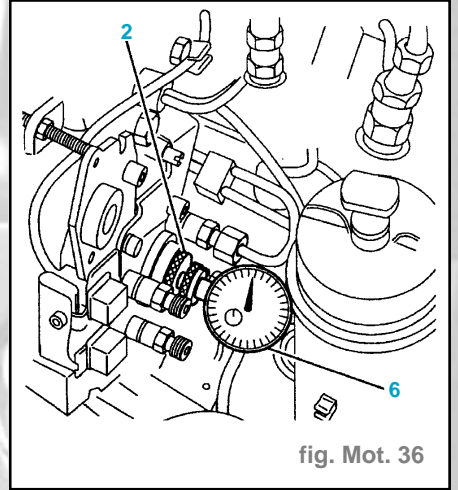

fig. Mot. 36
- (3) palpeur.
- (4) clé pour tuyauteries d'injection (-).0164.
- (5) clé pour dépose de pompe d'injection (-).0117 AP.
- (6) comparateur pour calage des pompes Bosch (-).0117 F.
- (7) Clé d'entraînement de vilebrequin (-).0117EZ.
- Monter : (fig. Mot. 36)
- le palpeur (3) sur le comparateur (6),
- le comparateur sur la pompe à l'aide de l'outil (2).